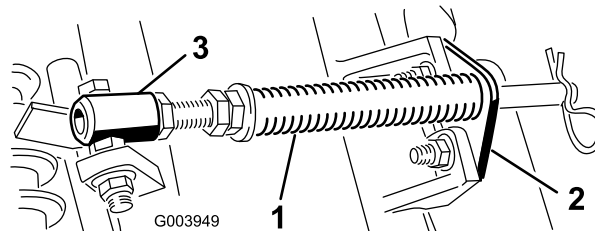

Рисунок 5
A. Отверните два каретных болта и гайки крепления кронштейна штока к выступам режущего блока (Рисунок 5).
B. Отверните фланцевую гайку крепления болта трубки пружины к выступу несущей рамы (Рисунок 5). Снимите этот узел.